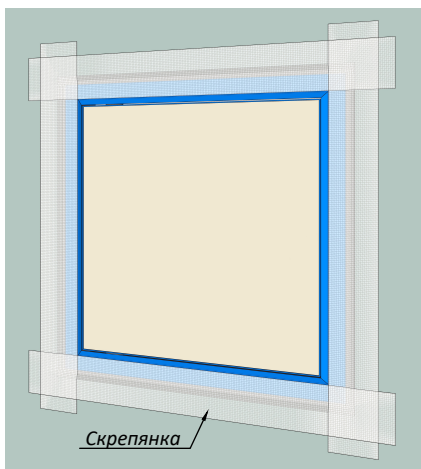

Рис. 6
1. Наклейте армирующую сетку (серпянку) с помощью клея ПВА на стык между проёмом и люком по периметру (Рис.6).